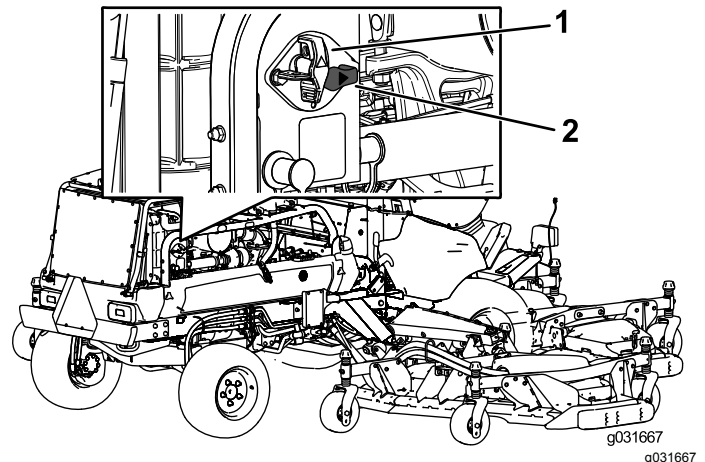

Figura 63
- Per eccitare la macchina elettricamente, ruotate l'interruttore di scollegamento della batteria in senso orario in posizione di ACCENSIONE (Figura 63).
- Per diseccitare la macchina elettricamente, ruotate l'interruttore di scollegamento della batteria in senso antiorario in posizione di SPEGNIMENTO (Figura 63).